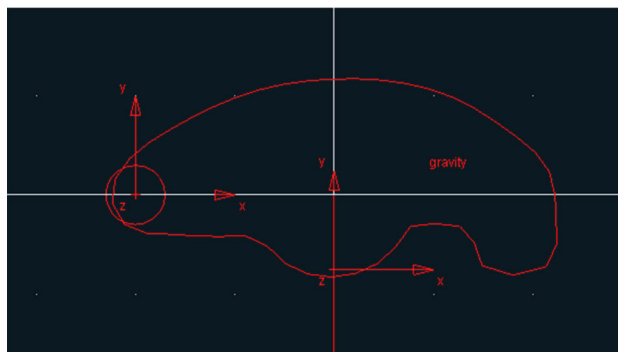

Figura 3.41 – Construção do círculo.
- O próximo passo é informar a localização do centro do círculo. Para isso sugere-se selecionar algum ponto próximo à extremidade esquerda do balancim. Essa localização poderá ser aleatória, uma vez que no próximo passo será feito o reposicionamento do círculo. Feche a caixa de diálogo que se abrirá alertando que a geometria criada não tem massa. O resultado será similar ao mostrado na Figura 3.41.